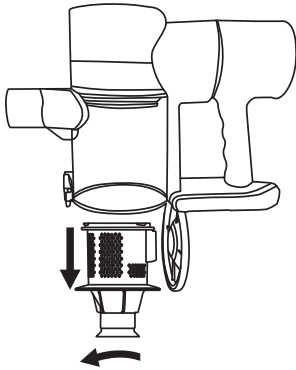

Fig. 5
2: Open de onderkant van de stofbeker en verwijder het filter door het tegen de klok in te draaien Fig. 5; verwijder de hippa (1) van het filter om het schoon te maken of te vervangen (let op: alleen afwasbare